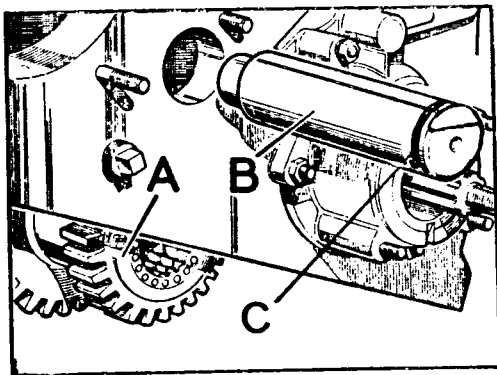

Fig. C1-45 Conjunto del eje intermedio
- c) Situar el conjunto formado con el piñón intermedio, engranando con los piñones de "alta" y "baja", centrándolo perfectamente con el orificio del eje y se introducirá dicho eje, B (Fig. C1-45) con la sola presión de la mano, hasta llegar a la altura del anillo tórico, C, continuando su introducción con maza de plástico hasta que llegue a su tope.